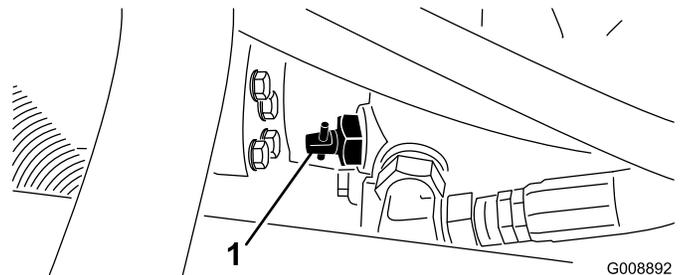

Figure 26
1. Trouvez la vanne de dérivation sur la pompe (Figure 26) et tournez-la de 90°.